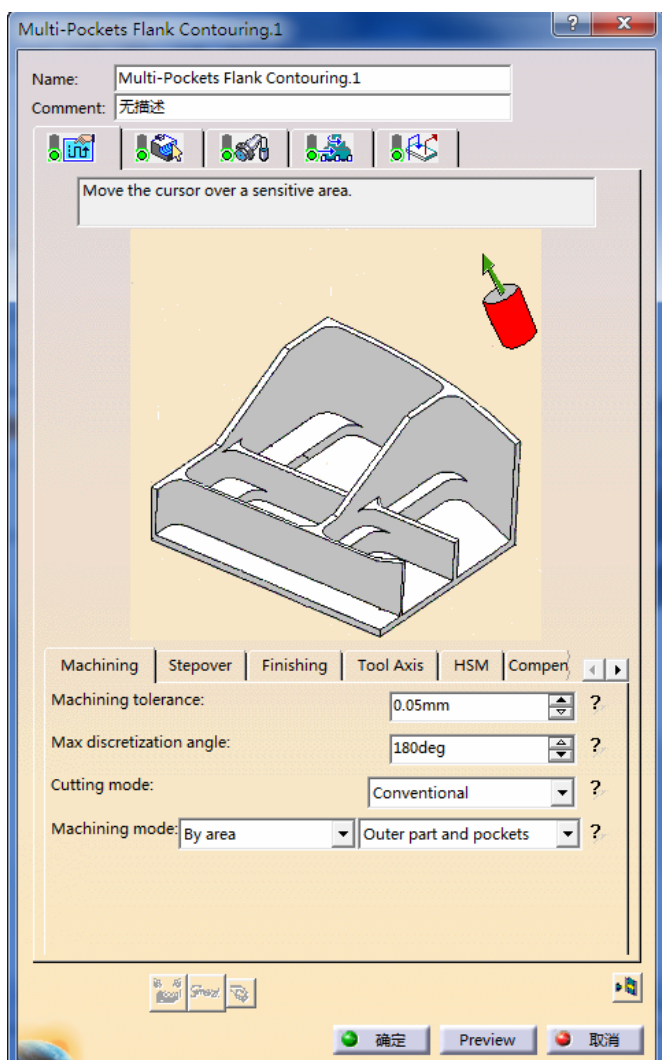

图 5-114 “Machining”选项卡 (7)
- 在“Machining”选项卡 (7) 的“Machining tolerance”文本框中输入“0.05mm”, 如图 5-114 所示。